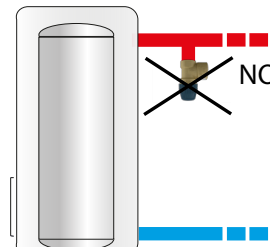

Fig. 1
- Installez la soupape en position verticale ou horizontale, mais pas à l'envers, pour éviter que la déposition éventuelle d'impuretés qui pourrait en affecter son bon fonctionnement (fig.1).
Les fig. 1, 2, 3 se rapportent à la fois aux soupapes bleues et rouges.